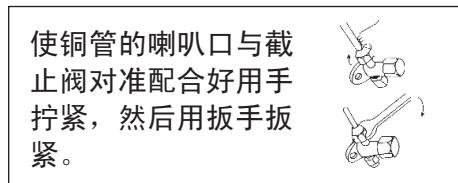

图22
- (3) 在截止阀与管的喇叭口处涂少许润滑油，然后按图22所示拧紧纳嘴。
- (4) 按图22所示用扳手牢固地将纳嘴扳紧，扭矩力按表(5)规定执行。